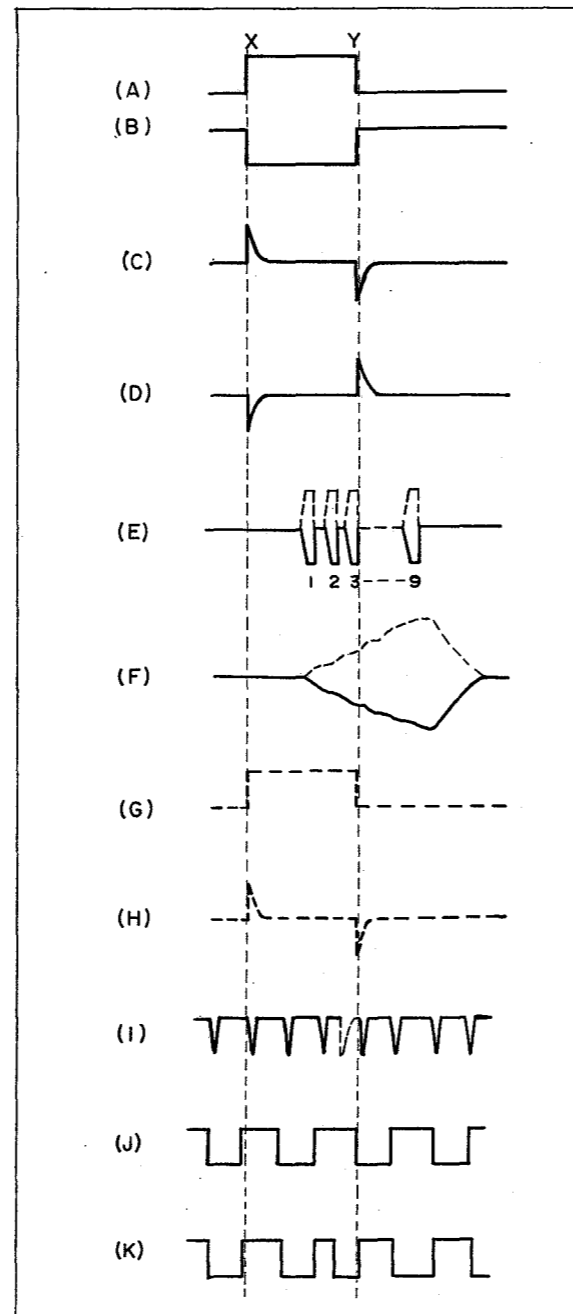
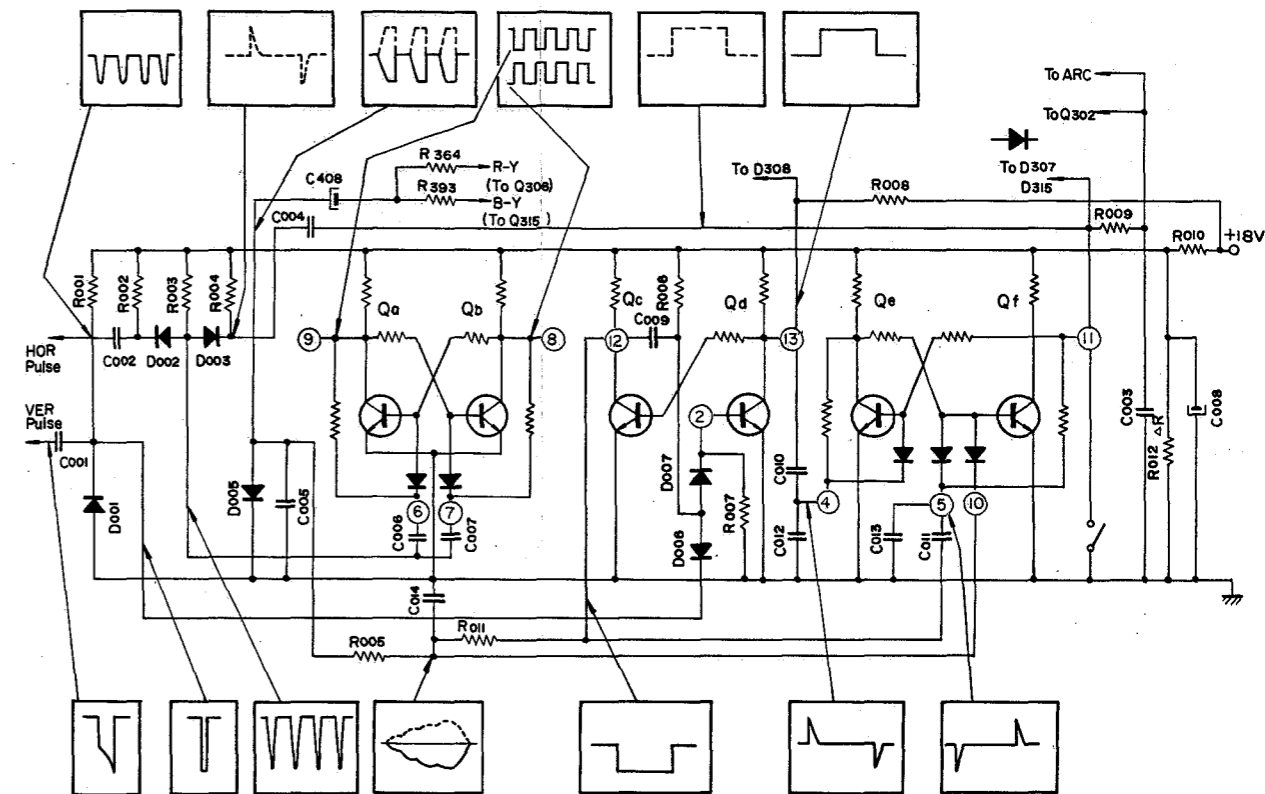

Fig. 1-3.
Fig. 1-4.
- une bascule commandant les diodes de blocage (killer) des circuits couleur (voir figure 1-4).
L'impulsion de balayage horizontal, issue de HOT, est mise en forme par la capacité C002, la résistance R002 et la diode D002, et est transmise aux bases des transistors Qa et Qb; aux collecteurs ⑧ et ⑨ des transistors Qa et Qb, on obtient alors les impulsions de commutation telles qu'elles figurent figure 1-3 (J), et qui sont destinées aux diodes de commutation D305, D306, D313 et D314. Les impulsions de commutation fournissent donc le signal couleur directe et le signal couleur retardé de 1-H aux discriminateurs R-Y et B-Y par ordre correct.
IC component employed for the colour-identification circuit is consisting of three circuits; flip-flop circuit for operating switching diodes, delay multivibrator circuit for vertical pulse shaper and flip-flop circuit for operating colour killer diodes. (Refer to Fig. 1-4.)
The horizontal pulse from HOT is waveshaped by C002, R002 and D002, and is supplied to the bases of Qa and Qb. At the collectors ⑧ and ⑨ of Qa and Qb, the switching pulses shown in Fig. 1-3 (J) appear, and are supplied to the switching diodes D305, D306, D313 and D314 respectively. Thus the switching pulses supply the direct colour signal and the 1-H delayed colour signal to each R-Y and B-Y discriminator in right order.
Le circuit du multivibrateur de retard est déclenché par le front de l'impulsion verticale, provenant du VOT, qui est mis en forme par la capacité C001 et la diode D001. On obtient aux points ⑫ et ⑬ l'impulsion retardée par la constante de temps engendrée par la capacité C009 et la résistance R006, dont la forme est représentée en figures 1-3(B) et 1-3(A). Ces impulsions sont transmises aux bases des transistors Qe et Qf comme impulsion de porte après différenciation; l'impulsion positive (voir figure 1-3(A)) est fournie au collecteur du transistor Q307 (ACC-2) par l'intermédiaire de la diode D308. Celle-ci commande l'ampli chrominance de manière qu'il ne coupe pas les signaux d'identification de couleur, lorsque le potentiomètre de réglage de couleur est actionné contre le sens des aiguilles d'une montre. La largeur de l'impulsion est déterminée de telle façon que le circuit de chrominance n'agit que durant les intervalles de suppression de balayage vertical, et la durée de la descente de l'impulsion doit être finie lorsque le signal d'identification de couleur est délivrée à la base.
Delay multivibrator circuit is triggered by the leading edge of the vertical pulse from VOT which is waveshaped by C001 and D001. At terminals ⑫ and ⑬, the pulse delayed by the time constant that is the product of C009 and R006 is obtained as shown in Figs. 1-3 (A) and 1-3 (B). These pulses are supplied to the bases of Qe and Qf as a gate pulse after differentiation, and positive pulse in Fig. 1-3 (A) is also supplied to the collector of Q307 (ACC-2) through D308. It operates the chroma amplifier not to cut off colour-identification signal, when the colour control is turned counterclockwise. The pulse width is determined so that the chroma circuit is operated during only the vertical blanking interval, and the decay time of the pulse should be finished while the colour-identification signal is supplied to the base.
When the negative pulse is supplied to the cathode of D006, D006 conducts and the base voltage of Qd is lowered. Qd is cut off and high collector voltage is obtained. Qc is turned ON, and C009 is charged through R006. Thus the base voltage of Qd rises slowly by the time constant of R006 and C009, and then Qd is turned ON. Thus the pulse, whose width is determined by the time constant of R009 and C009, is obtained at terminals ⑫ and ⑬ as illustrated in Fig. 1-4. These pulses are differentiated and supplied to the bases of Qe and Qf respectively to turn ON or OFF the killer diodes. Transistor Qe turns ON, only when the negative pulse is supplied to the base of Qf. Pulses at terminals ⑫ and ⑬ are the same in their rise times and have opposite polarities. Therefore, the negative differentiated pulses at terminals ④ and ⑤ have some time
Le circuit du multivibrateur de retard est déclenché par le front de l'impulsion verticale, provenant du VOT, qui est mis en forme par la capacité C001 et la diode D001. On obtient aux points (12) et (13) l'impulsion retardée par la constante de temps engendrée par la capacité C009 et la résistance R006, dont la forme est représentée en figures 1-3(B) et 1-3(A). Ces impulsions sont transmises aux bases des transistors Qe et Qf comme impulsion de porte après différenciation; l'impulsion positive (voir figure 1-3(A)) est fournie au collecteur du transistor Q307 (ACC-2) par l'intermédiaire de la diode D308. Celle-ci commande l'ampli chrominance de manière qu'il ne coupe pas les signaux d'identification de couleur, lorsque le potentiomètre de réglage de couleur est actionné contre le sens des aiguilles d'une montre. La largeur de l'impulsion est déterminée de telle façon que le circuit de chrominance n'agit que durant les intervalles de suppression de balayage vertical, et la durée de la descente de l'impulsion doit être finie lorsque le signal d'identification de couleur est délivrée à la base.
Delay multivibrator circuit is triggered by the leading edge of the vertical pulse from VOT which is waveshaped by C001 and D001. At terminals (12) and (13), the pulse delayed by the time constant that is the product of C009 and R006 is obtained as shown in Figs. 1-3 (A) and 1-3 (B). These pulses are supplied to the bases of Qe and Qf as a gate pulse after differentiation, and positive pulse in Fig. 1-3 (A) is also supplied to the collector of Q307 (ACC-2) through D308. It operates the chroma amplifier not to cut off colour-identification signal, when the colour control is turned counterclockwise. The pulse width is determined so that the chroma circuit is operated during only the vertical blanking interval, and the decay time of the pulse should be finished while the colour-identification signal is supplied to the base.
When the negative pulse is supplied to the cathode of D006, D006 conducts and the base voltage of Qd is lowered. Qd is cut off and high collector voltage is obtained. Qc is turned ON, and C009 is charged through R006. Thus the base voltage of Qd rises slowly by the time constant of R006 and C009, and then Qd is turned ON. Thus the pulse, whose width is determined by the time constant of R009 and C009, is obtained at terminals (12) and (13) as illustrated in Fig. 1-4. These pulses are differentiated and supplied to the bases of Qe and Qf respectively to turn ON or OFF the killer diodes. Transistor Qe turns ON, only when the negative pulse is supplied to the base of Qf. Pulses at terminals (12) and (13) are the same in their rise times and have opposite polarities. Therefore, the negative differentiated pulses at terminals (4) and (5) have some time
Lorsqu'une impulsion négative apparaît aux bornes de la diode D006, elle est en fonction, et la tension de la base du transistor Qd diminue. Qd est coupé et l'on obtient une tension du collecteur élevée. Qc est mis en conduction et la capacité C009 se charge à travers la résistance R006. La tension de la base du transistor Qd augmente lentement en fonction de la constante de temps déterminée par la résistance R006 et la capacité C009 et Qd devient conducteur. L'impulsion (dont la largeur est déterminée par la constante de temps fournie par la résistance R009 et la capacité C009) est obtenue aux points (12) et (13) ainsi que le montre la figure 1-4. Ces impulsions sont différenciées et transmises aux bases des transistors Qe et Qf pour allumer ou couper les diodes de blocage. Le transistor Qe ne devient conducteur uniquement que lorsqu'on applique une impulsion négative à la base du transistor Qf. Les impulsions délivrées aux points (13) et (12) ont les mêmes temps de montée et sont de phase inversée (polarité inversée). Donc, les impulsions négatives différenciées fournies aux points (4) et (5) peuvent présenter parfois quelques différences en temps. Les impulsions différentielles négatives produites au point X (figure 1-3) sont d'abord délivrées au point (5) et le transistor Qf est coupé. La tension au point (11) augmente. Etant donné que le point (11) est relié aux circuits de blocage de couleurs et à la base du transistor Q302, les diodes de blocage de couleurs (diodes killer) sont coupées et le signal de chrominance est délivré à l'amplificateur de chrominance. Ceci est réalisé durant l'intervalle de suppression du faisceau de balayage vertical, l'image de chrominance n'apparaît pas sur l'écran. En suite l'impulsion négative produite au point Y est délivrée au point (4), le transistor Qe est coupé et le transistor Qf est allumé. La tension en (11) décroît jusqu'à près de 0 volt et les diodes de blocage de couleurs sont en fonction. Ainsi seule une image en luminosité apparaît sur l'écran durant une émission en noir et blanc.
différences. The negative differentiated pulse produced at point X in Fig. 1-3 is first supplied to terminal (5), and Qf is cut off. The voltage at terminal (11) is increased. As the terminal (11) is connected to the colour killer circuit and also the base of Q302, the colour killer diodes are cut off and chrominance signal is supplied to the chroma amp. But this is done in the vertical blanking interval, colour picture does not appear on the screen. Next the negative pulse produced at point Y is supplied to terminal (4), and Qe is cut off and Qf is turned ON. Accordingly the voltage at terminal (11) is decreased to almost 0V, and colour killer diodes conduct. Thus only luminance image appears on the screen in black-and-white broadcasting.
Identification signals shown in Fig. 1-3 (E) are matrixed by R364 and R393, and is integrated by C005, R005 and C014. See Fig. 1-3 (F). It is supplied to terminal (10).
When R-Y and B-Y signals are supplied to each correct discriminator by Qa and Qb, each colour-identification signal is fed into a matrix with correct phase. At the same time the colour-identification signal with solid line as shown in Fig. 1-4 (correct polarity) is fed to terminal (10), the negative pulse produced at point Y is supplied to the base of Qe. Usually Qf turns ON as the collector voltage is decreased, but in this case the base voltage of Qf is forced to be decreased by the G-Y colour-identification signal and Qf is still remained in the cut-off condition. The collector voltage at Qf is not decreased and the colour killer diode does not conduct. Thus normal colour picture can be obtained on the screen.
When the switching diodes are operated by the colour-identification signal with incorrect polarity (positive) as shown by a dotted line in Fig. 1-3 (F), the diode connected to terminal (10) is cut off. When the pulse produced at point Y is supplied to terminal (4), Qf turns ON and the collector voltage of Qf is decreased to almost 0V. The colour killer diodes conduct and luminance image appears on only one field after pulse produced at point Y.
Les signaux d'identification, tels qu'ils se trouvent en figure 1-3(E), sont matricés par les résistances R364 et R393 et intégrés par le système constitué des capacités C005, C014 et de la résistance R005 (voir figure 1-3(F). Ces signaux sont délivrés au point ⑩. Lorsque les signaux R-Y et B-Y sont fournis à chaque discriminateur correspondant par les transistors Qa et Qb, chaque signal d'identification de couleur est alimenté à une matrice en phase adéquate. En même temps, le signal d'identification de couleur (voir figure 1-4 en trait plein) (polarité correcte) est délivré au point ⑩ et l'impulsion négative dérivée au point Y est fournie à la base du transistor Qe. En général Qf devient conducteur lorsque la tension du collecteur décroît, mais dans notre cas, la tension de la base du transistor Qf doit décroître à cause du signal d'identification de couleur G-Y et le transistor Qf est toujours maintenu dans l'état de blocage. La tension du collecteur du transistor Qf n'est pas diminuée et les diodes de blocage de couleurs (killer) ne fonctionnent pas. On obtient ainsi une image couleur normale sur l'écran.
Lorsque les diodes de commutation sont mises en fonctionnement par les signaux d'identification de couleur en raison d'une polarité non conforme (positive) (voir figure 1-3(F) en ligne pointillée), la diode reliée au point ⑩ est coupée.
Lorsque les impulsions produites au point Y sont délivrées au point ④, le transistor Qf devient conducteur et la tension de son collecteur décroît jusqu'à près de 0 volt. Les diodes de blocage (killer) de couleurs sont redevues conductrices et un seul champ de luminosité apparaît après l'impulsion produite au point Y. En ce cas, l'impulsion du point ⑪ (voir figure 1-3(G)) est différenciée par la capacité C004 et la résistance R004 (voir figure 1-3(H)) et est ajoutée à l'impulsion de déclenchement horizontal par l'intermédiaire de la diode D003. L'impulsion de commutation est soumise à l'inversion de sa phase due à cette impulsion ajoutée de déclenchement (figure 1-3(I)). Les diodes de blocage de couleurs (killer) sont coupées lorsque le signal d'identification de couleur suivant est délivré au point ⑩ et une image couleur peut être obtenue sur l'écran.
In this case the pulse at terminal ⑪ as shown in Fig. 1-3 (G) is differentiated by C004 and R004 as shown in Fig. 1-3 (H), and is added to the horizontal triggering pulse through D003. Thus, the switching pulse is reversed its polarity by this added triggering pulse in Fig. 1-3 (I). Thus the colour killer diodes are turned OFF when next identification signal is supplied to terminal ⑩ and colour picture can be obtained on the screen.